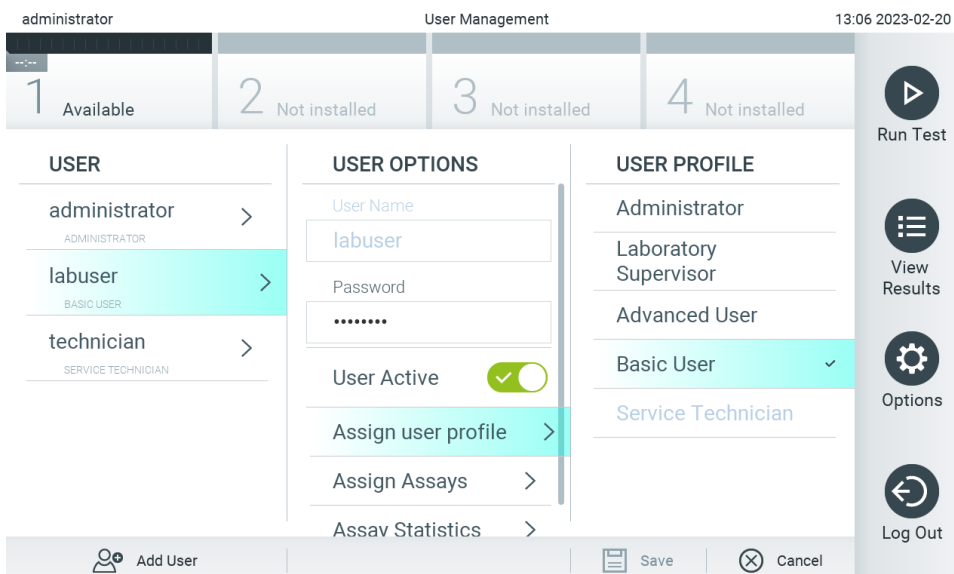

Abbildung 52. Zuweisung von Benutzerprofilen zu Benutzern.
- Assign User Profile (Benutzerprofil zuweisen): Zuweisung eines anderen Benutzerprofils für diesen Benutzer (z. B. Administrator, Laboratory Supervisor (Laborleiter), Advanced User (Fortgeschrittener Benutzer), Basic User (Einfacher Benutzer)). Wählen Sie das entsprechende Benutzerprofil aus der Liste rechts im Inhaltsbereich aus (Abbildung 52).